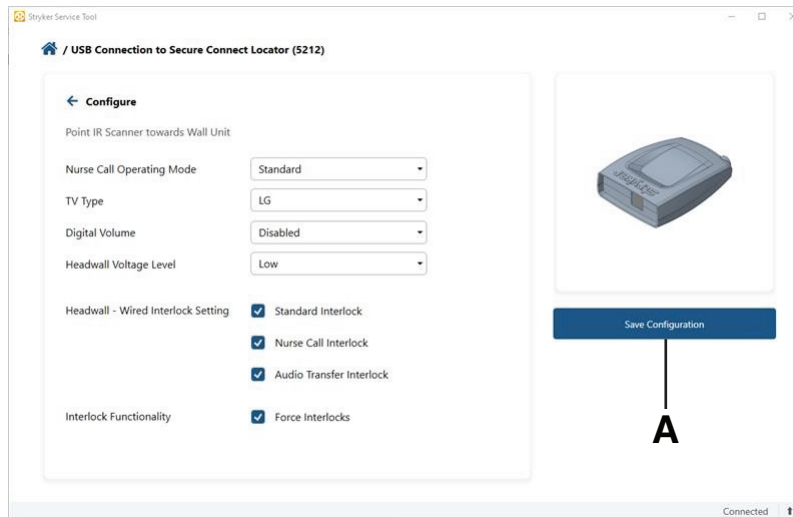

Figura 4 – Herramienta de servicio técnico de Stryker
2. Seleccione **Guardar configuración (A)** (Figura 4).